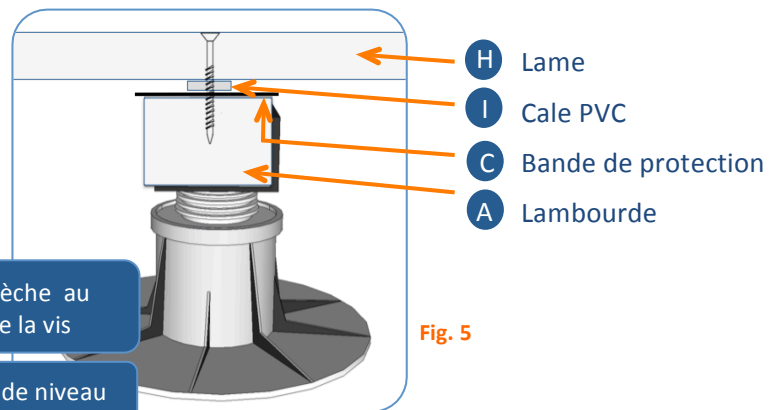
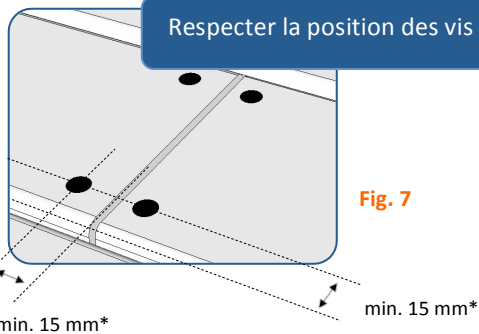

Fig. 5
Fig. 7
- **Positionner** les entretoises PVC **I** entre la bande résiliente **C** et la lame de terrasse **H** (Fig. 5).
- Puis **visser** avec des vis Inox A2 ou A4 (Fig. 5 & Fig. 7) selon l'essence de bois et l'exposition au milieu marin.
- **Positionner** les cales PVC **I** (Fig. 5).
- Puis **visser** avec les vis Inox A2 ou A4 (Fig. 5 & Fig. 7).